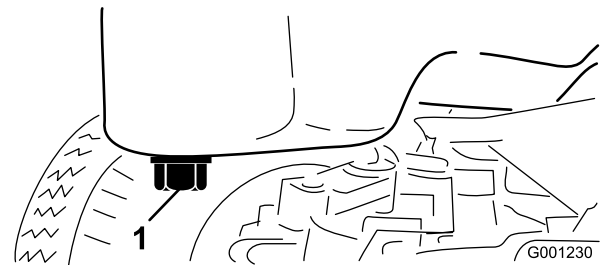

Figure 52
3. Placez un bac de vidange sous le carter en face du bouchon de vidange (Figure 52).